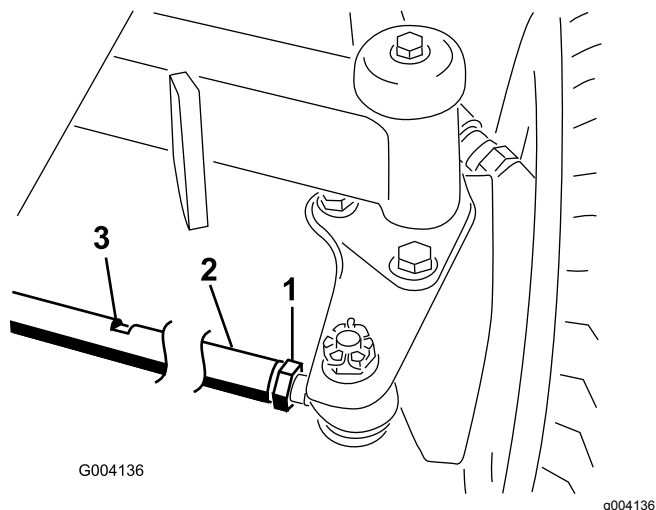

Figure 58
2. Desserrez l'écrou de blocage à chaque extrémité de la biellette (Figure 58).